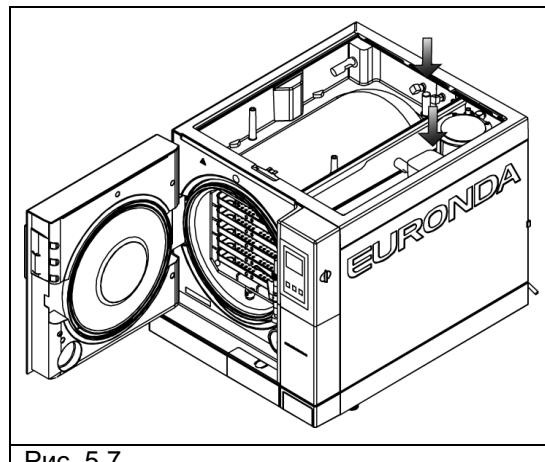

Рис. 5.7
- Снять фильтры с обеих емкостей (см. рис. 5.7), промыть их водой и поставить на место, предварительно запомнив их первоначальное положение.